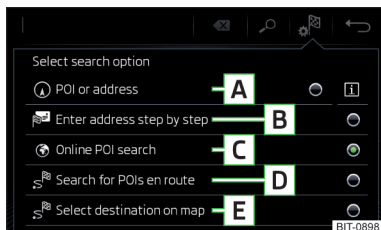

Fig. 162
Suprafețe de comandă funcții » fig. 162
- ▶ Apoi atingeți suprafața de comandă funcții a uneia dintre opțiunile de meniu pentru căutarea destinației **A**, **C** sau **D** » fig. 162 la pagina 147.
- ▶ Apoi atingeți suprafața de comandă funcții **[E]** → **[E]** » fig. 162 la pagina 147.